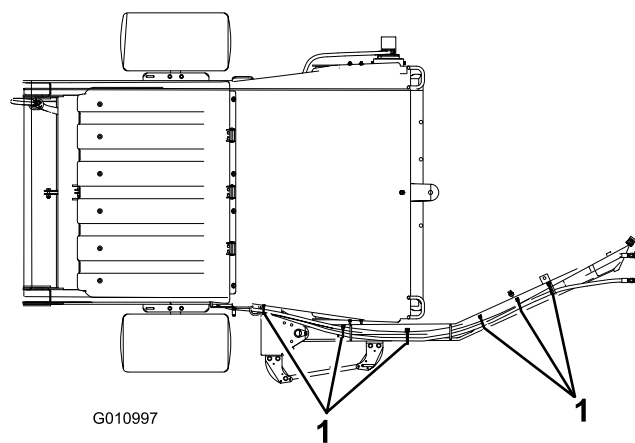
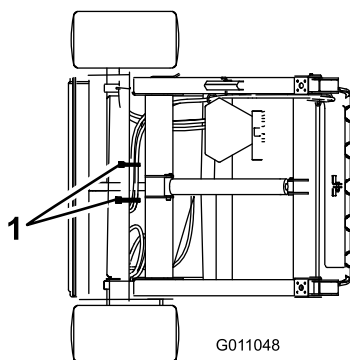

Bild 11
Bild 12
2. Befestigen Sie die Hydraulikschläuche und den Kabelbaum wie in Bild 11 und Bild 12 abgebildet.